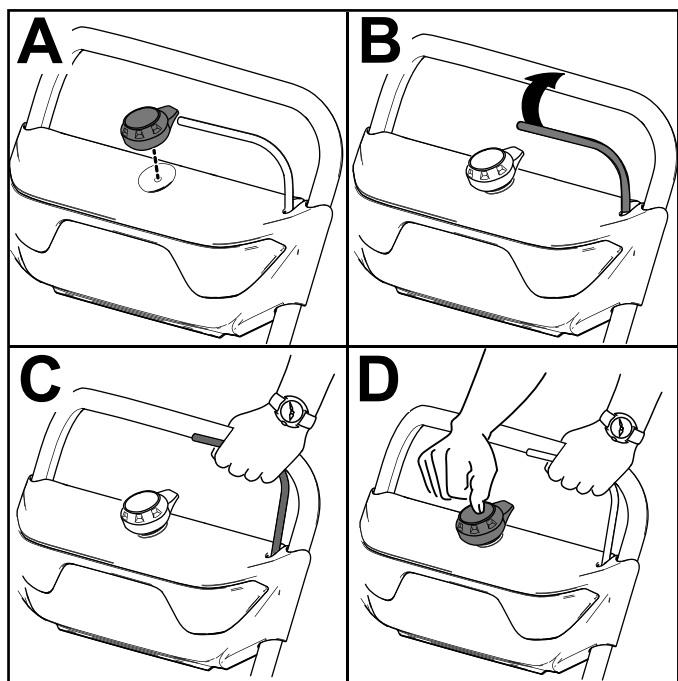

Рисунок 10
2. Вставьте кнопку электрического запуска в электрический стартер (вид А на Рисунок 10).
3. Прижмите штангу к рукоятке и удерживайте ее (вид В и С на Рисунок 10).
двигатель не запустится (вид D на Рисунок 10).